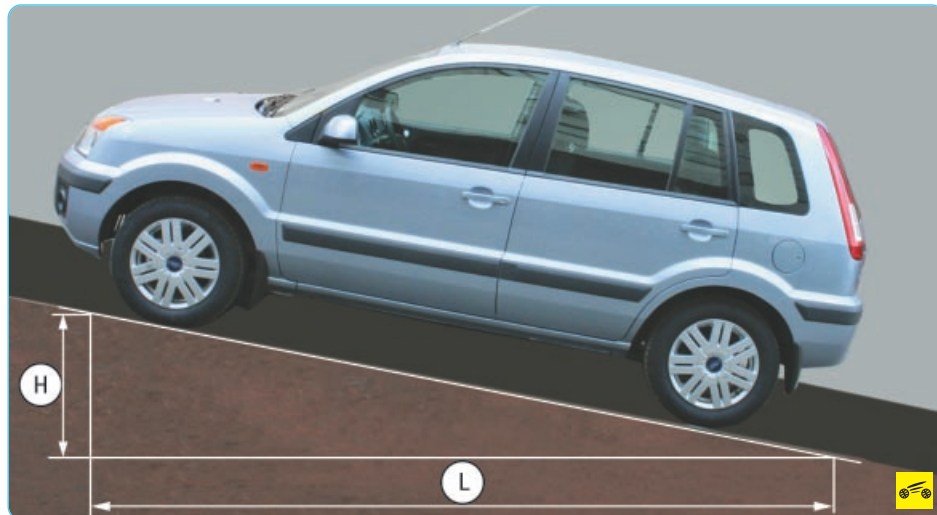

Рис. 9.9. Проверка стояночного тормоза
1. Для проверки правильности регулировки стояночного тормоза найдите вблизи места стоянки вашего автомобиля эстакаду или погрузочный пандус высотой $H = 1,25$ м при длине въезда $L = 5$ м (рис. 9.9). Такое соотношение соответствует уклону 25%.